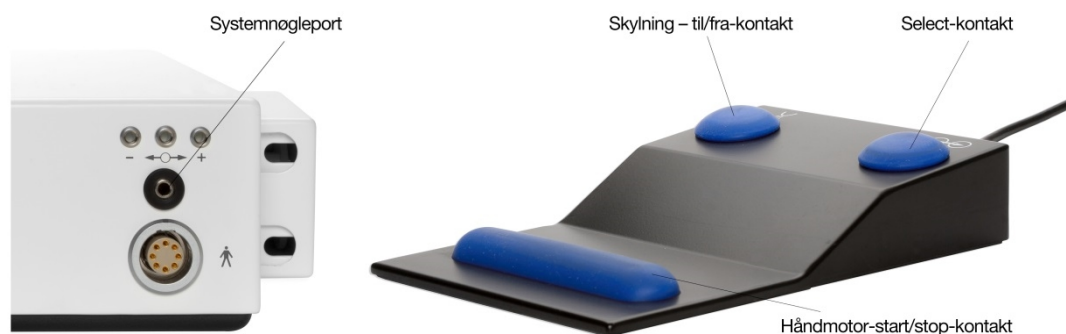

Fig. 3 + 4
2. Indsæt den systemnøgle, som svarer til implantatsystemet som De ønsker at anvende, i systemnøgleporten - se Fig. 3.